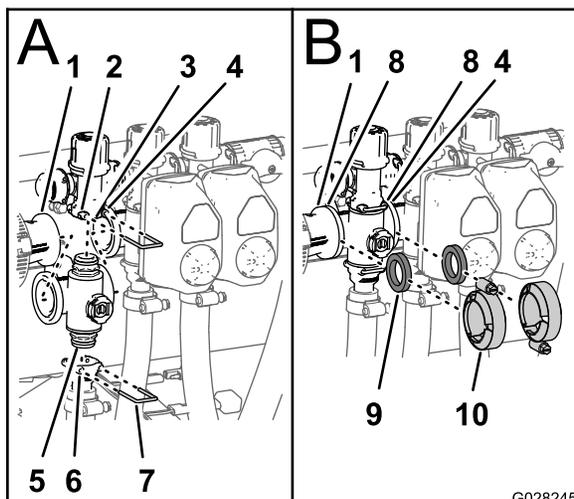

Figura 78
- Inserite il raccordo del tappo terminale superiore della valvola del collettore nel raccordo di bypass (A di Figura 78).
- Fissate il raccordo del tappo terminale al raccordo di uscita inserendo un fermo nella presa del raccordo di uscita (A di Figura 78).
- Allineate 1 guarnizione tra le flange del giunto del riduttore e il collettore della valvola di sezione (B di Figura 78).
- Montate il giunto del riduttore, la guarnizione e il collettore della valvola di sezione con un morsetto serrato manualmente (B di Figura 78).
- In caso di montaggio delle 2 valvole di sezione più a sinistra, allineate 1 guarnizione tra le flange dei 2 collettori delle valvole di sezione adiacenti (B di Figura 78).
- Montate i 2 collettori delle valvole di sezione adiacenti e la guarnizione con un morsetto serrato manualmente (B di Figura 78).
- Fissate il raccordo del tappo terminale al raccordo di bypass inserendo un fermo nella presa del raccordo di bypass (A di Figura 78).
- Montate il raccordo di uscita sul raccordo del tappo terminale interiore della valvola del collettore (A di Figura 78).